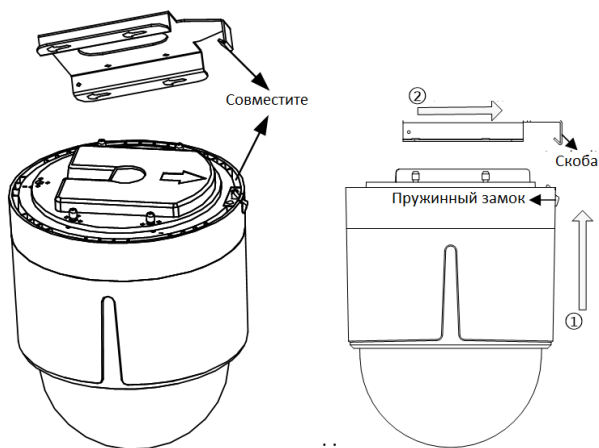

Рисунок 2-41 Установка камеры на монтажное крепление
- 2). Установите камеру на монтажное крепление по направлению стрелки (рисунок 2-41).